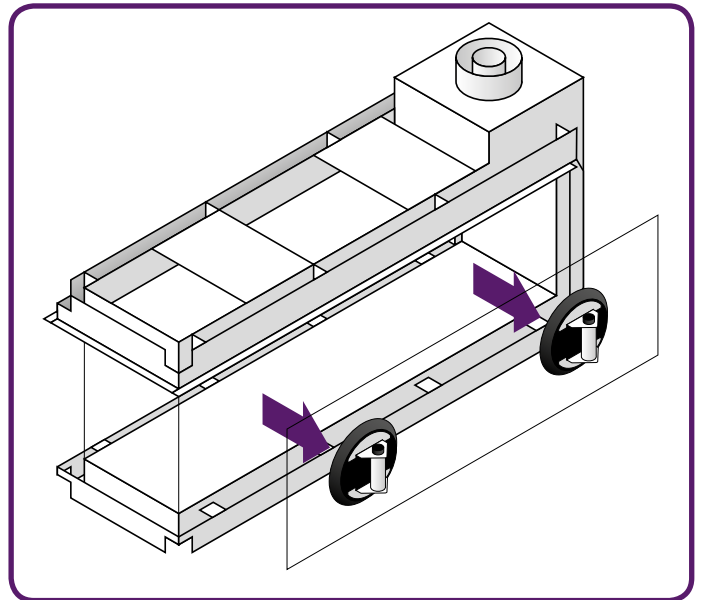

Figure 10.13 - Remove glass
- Heben Sie das Glas leicht an und neigen Sie es etwas, um es aus der Öffnung zu ziehen (siehe **Abbildung 10.13**).